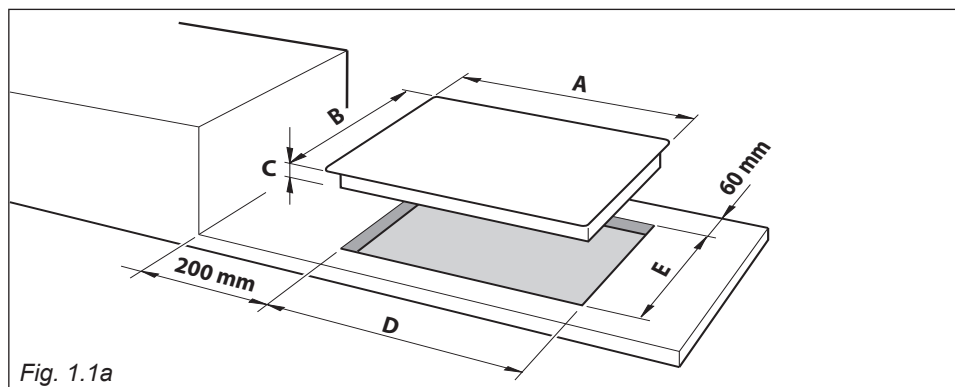

Fig. 1.1a
- Qualsiasi parete a fianco e sovrastante il piano cottura deve trovarsi ad una distanza non inferiore a 200 mm (dal bordo laterale dello spacco nel mobile - fig. 1.1a, 1.1b, 1.1c).
- La parete dietro il piano cottura deve trovarsi ad una distanza non inferiore a 60 mm (dal bordo posteriore dello spacco nel mobile - fig. 1.1a, 1.1b).
- Tagliare il mobile secondo le dimensioni in fig. 1.1a oppure 1.1b.